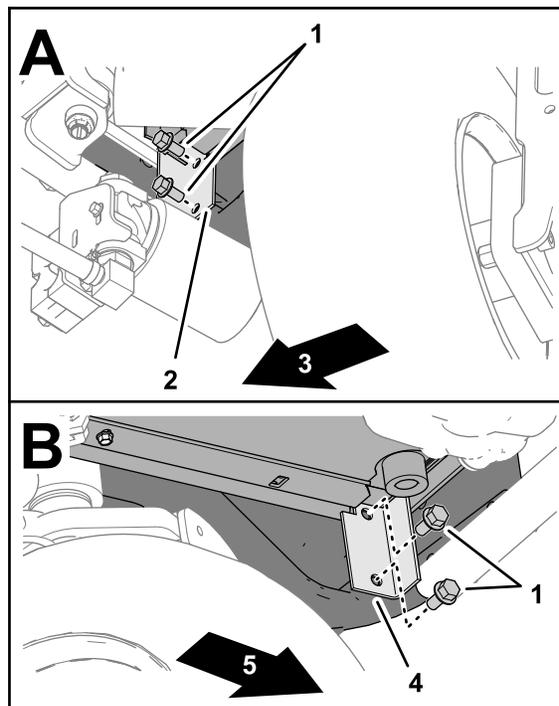

Figura 28
1. No canto inferior dianteiro do radiador, monte sem apertar o suporte do radiador na tampa traseira da máquina (Figura 28) com os dois parafusos flangeados ($\frac{3}{8}$ x $\frac{3}{4}$ pol.) que retirou em Retirar o radiador da máquina \(página 10\).
2. No outro lado da máquina, monte sem apertar o suporte do radiador na tampa traseira (Figura 28) com os dois parafusos flangeados ($\frac{3}{8}$ x $\frac{3}{4}$ pol.).